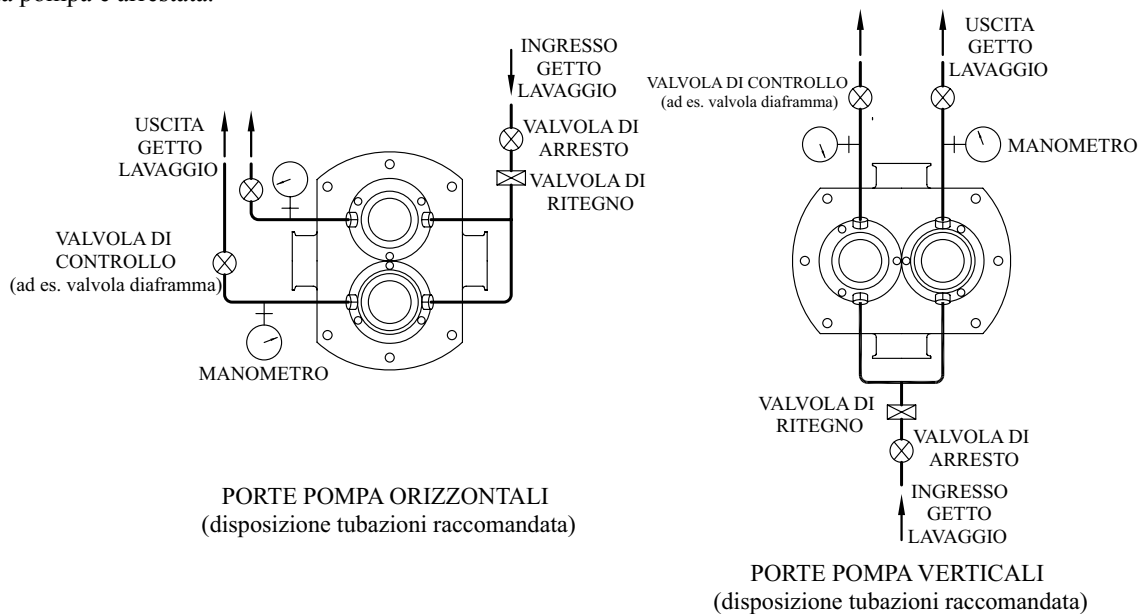

Fig. 3.3.1
- Il sistema di flussaggio è correttamente installato e collegato, si vedano le Fig. 3.3.1 e 3.3.2 per le raccomandazioni.
Il sistema di flussaggio può essere organizzato allo stesso modo delle tenute meccaniche doppie, mostrato nella Fig. 3.3.1 e 3.3.2. Le tenute o-ring doppie possono anche essere lubrificate con grasso, se l'applicazione della pompa lo rende necessario. In questo caso, le camere flusso tenuta sono riempite attraverso gli ugelli di ingrassaggio con grasso approvato idoneo per l'utilizzo con i mezzi pompati. Le camere devono essere completamente riempite per il corretto funzionamento. Ciò può essere effettuato sovrapressurizzando le camere in modo che il grasso fuoriesca dalle tenute lungo gli alberi e nell'alloggiamento del rotore. La quantità di grasso presente nelle camere della tenuta deve essere monitorata quotidianamente, e se la pompa è utilizzata in applicazioni costanti, essa deve essere verificata ogni 24 ore.